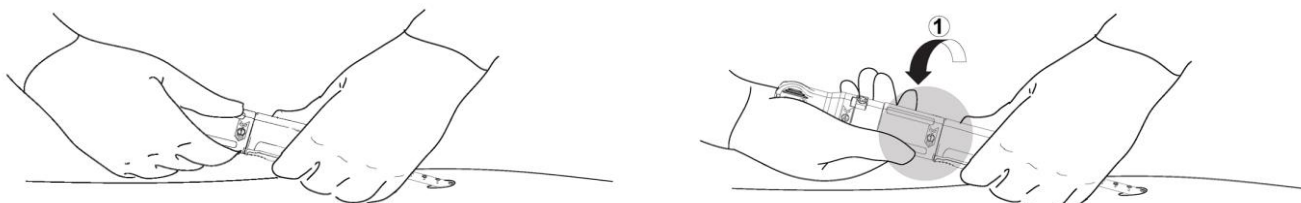

Figure 12. Étape 1 de l'actionnement du dispositif de fermeture PerQseal+ (retrait de la gaine de l'implant).
Saisir l'extrémité distale du manche du dispositif de fermeture PerQseal+ (extrémité la plus proche du patient). Stabiliser le dispositif en position en appuyant la main contre le patient, Figure 12.
- a. Placer la main sur la came de la gaine (« 1 ») et tourner à 180° la partie rotative dans la direction indiquée de façon à aligner les points. Lors de la rotation, veiller à ce que la main tenant la partie distale du manche reste fixe et à ce que le manche reste immobile, Figure 12. L'implant est maintenant exposé à l'intérieur de l'artère.